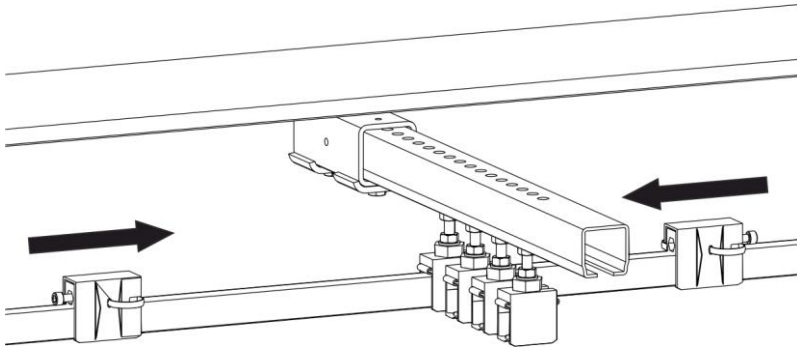

Abb. 92: Fixpunktklemmen 0812 an Schienenhalter schieben
- Fixpunktklemmen bis an den Schienenhalter heran schieben (siehe Abb. 92).